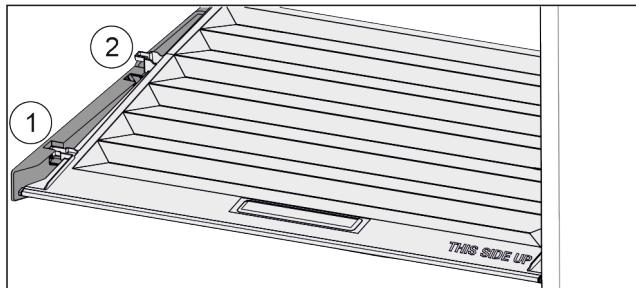

Fig. 31
- Poklopac do otvora u pridržnim dijelovima povucite prema naprijed Fig. 31 (1).
- Podignite ga odozdo sa stražnje strane i izvadite prema gore Fig. 31 (2).